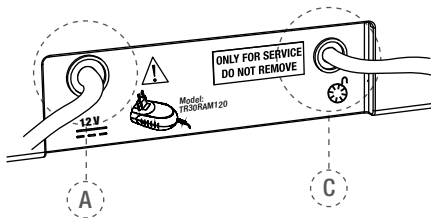

Fig. 2. Bagsiden af styreenheden
- Sæt stikket til batteriopladerne i den passende bøsning (A - se fig. 2) på bagsiden af apparatet (se kapitel 7.3.3. for nærmere detaljer).
- Sæt kablet til fodkontakten i bøsningen på bagsiden af apparatet (C - se fig. 2).
Orange blinkende: Batteriopladeren er tilsluttet bøsning A (se fig. 2) på bagsiden af apparatet korrekt, og batteriet oplades. Hvis apparatet slukker, og batteriopladeren tilsluttes, tænder apparatet igen, og følgende meddelelse vises på displayet: